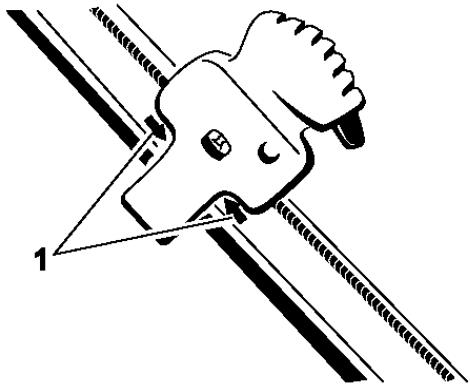

Рисунок 33
2. Установите рычаг Quick Shoot™ между двумя стрелками, расположенными на правой стороне верхней рукоятки (Рис. 33).